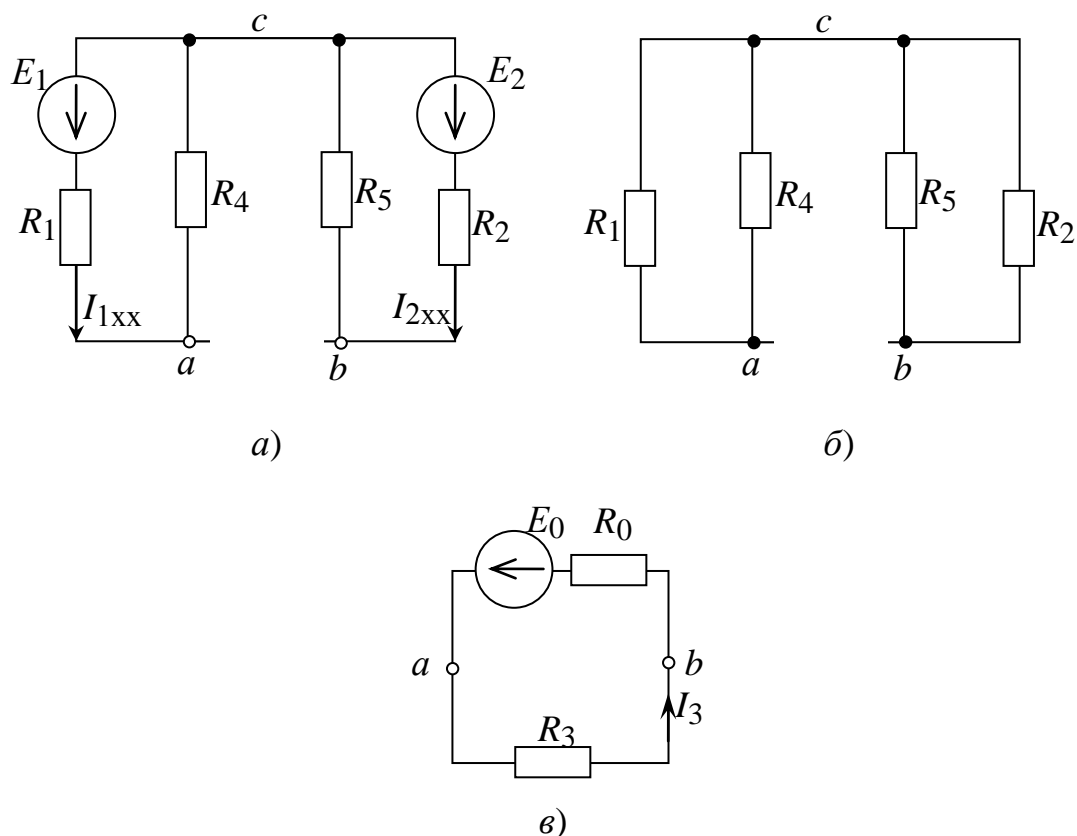

Рис. 1.20
1. Определим напряжение холостого хода  $U_{\text{хх}}$  на зажимах разомкнутой ветви  $ab$ . Схема для этого случая показана на рис. 1.20  $a$ .
2. Определим эквивалентное сопротивление  $R_0$ . Для этого необходимо закортить все источники ЭДС. Схема для этого случая показана на рис. 1.20  $б$ .
Ток  $I_3$  определяем по закону Ома для замкнутого контура (см. рис. 1.20  $в$ )